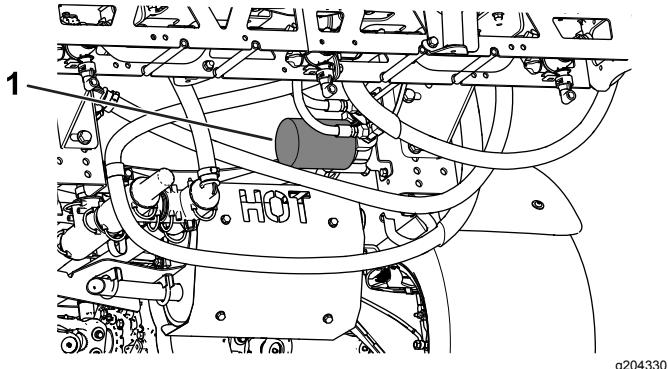

Рисунок 52
4. Извлеките фильтр (Рисунок 52).